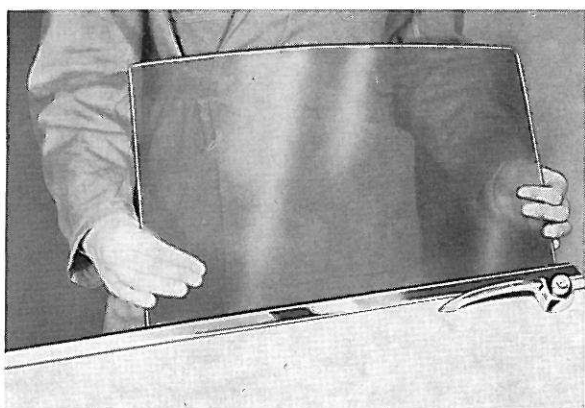

Figure 31. Dépose de la glace
3. Retirer la glace vers l'arrière et la rabattre vers l'intérieur de la voiture pour la dégager de la glissière du mécanisme de lève-glace (figure 31).